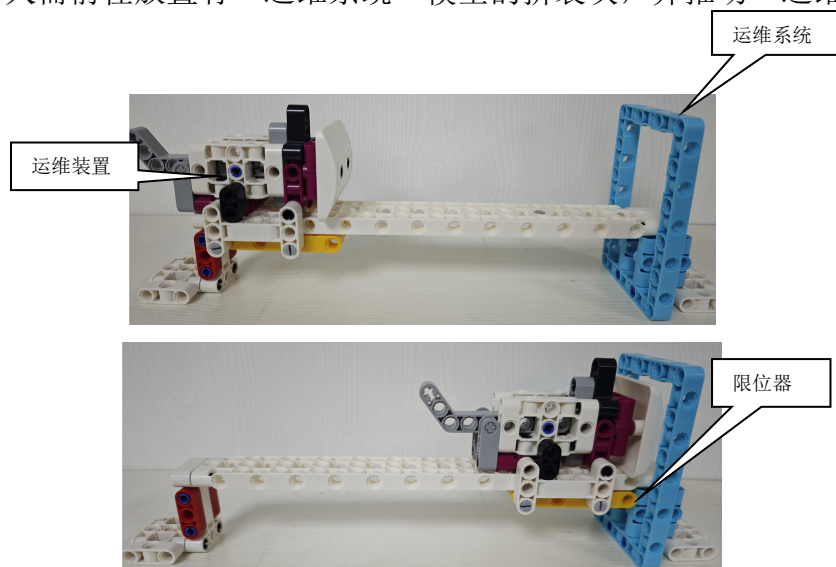

图9 运维装置及任务完成图
4.5.3 机器人需前往放置有“运维系统”模型的拼装块，并推动“运维装置”；如图 9 所示。
4.5.4 若“运维装置”的与限位器如图 9（黄色与蓝色）接触，则记 30 分。